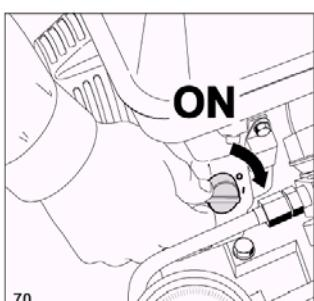

Рис.15
7. Перевести ключ включения двигателя в положение “ON” (рис.15).